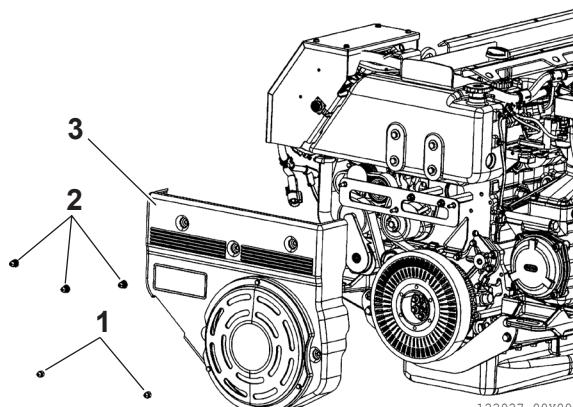

Figure 21
1. Dévissez les écrous (Figure 21, (1)), (Figure 21, (2)) et retirez la protection avant (Figure 21, (3)). Vérifiez que les surfaces du volant amortisseur ne présentent aucun signe de détérioration ou de rupture. Si l'amortisseur est endommagé, remplacez-le.